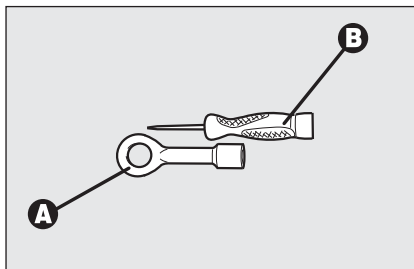
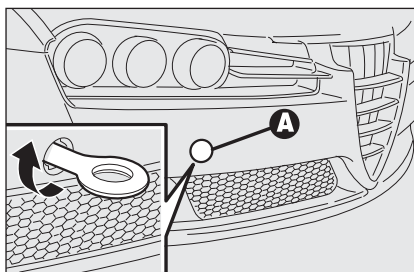

fig. 64
fig. 65
- prélever l'anneau de tractage **A-fig. 64** de la boîte du Fix&Go automatic.
- enlever le bouchon **A-fig. 65** inséré à pression sur le pare-choc avant. Pour cette opération, si l'on utilise le tournevis en dotation **B-fig. 64** avec une lame plate, il faut protéger la pointe de la lame par un chiffon souple, pour éviter l'endommagement éventuel de la voiture.